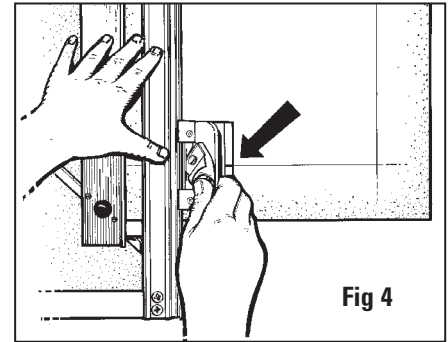

Fig 4
- Usare il pollice per premere energicamente fino in fondo il portalama per inserire la lama. **Fig. 4**